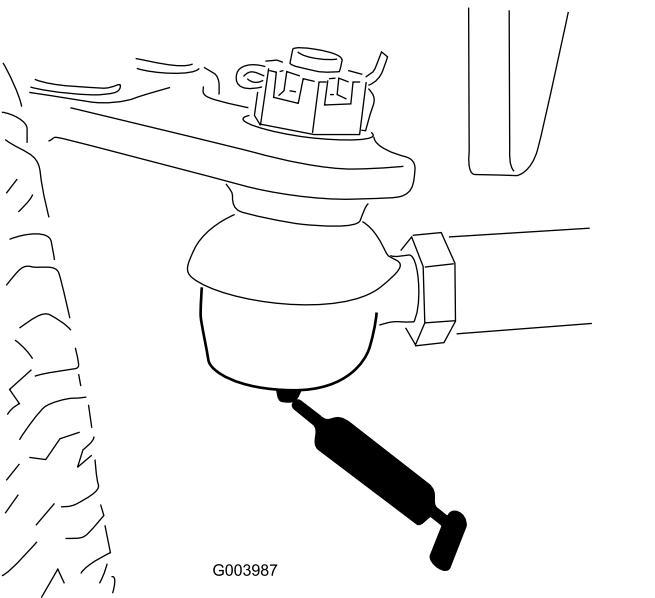

Figure 31
- Biellette d'essieu arrière (2)—Figure 31